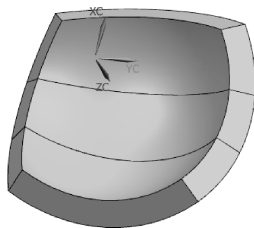

图 4-67 创建抽壳
- 13 抽壳。采用同样的操作方法, 对其他的拆分体进行抽壳, 设置抽壳厚度为 4, 结果如图 4-67 所示。